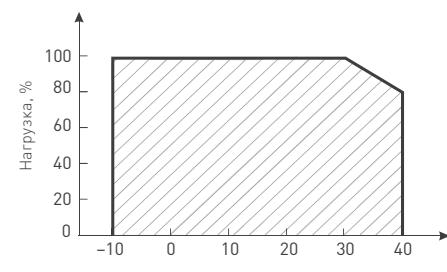

Рис. 2. Максимальная допустимая нагрузка, % от мощности источника
- ✓ температура окружающего воздуха от -10 до +40 °C, см. график зависимости максимальной допустимой нагрузки на источник питания от температуры окружающей среды на рис. 2;
- 4.4. Не нагружайте источник питания более 80% от его максимальной мощности. Учитывайте, что с повышением температуры окружающей среды максимальная мощность источника питания снижается, см. график зависимости на рис. 2.